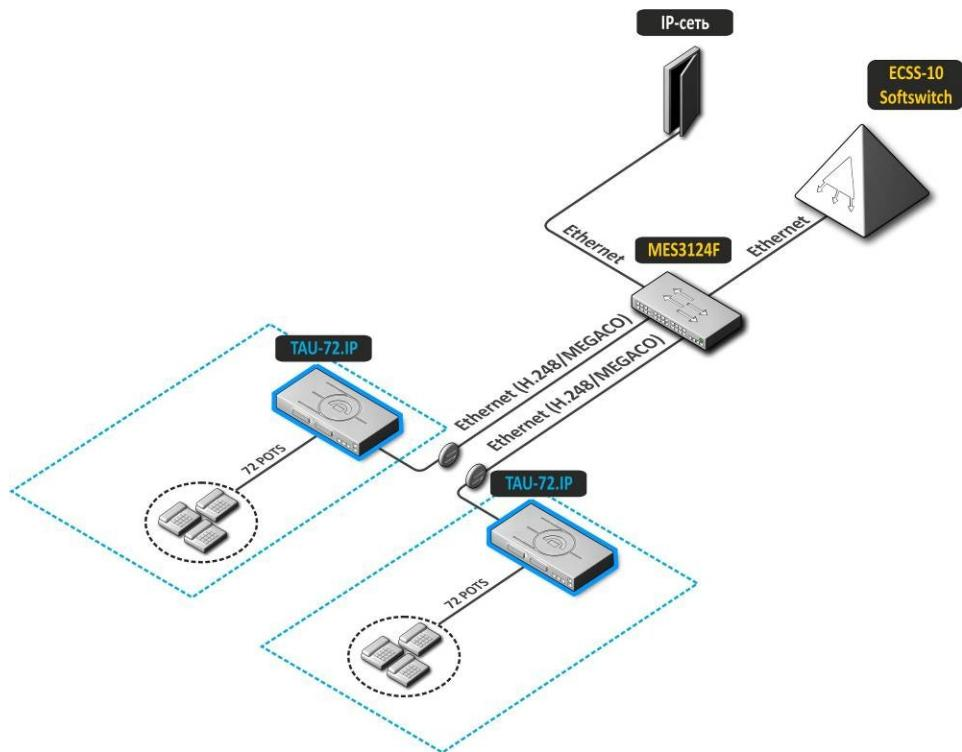

Рисунок 2 – Распределенная миниАТС TAU-72.IP
**2. Режим распределенной миниАТС.** В этом случае устройство выполняет функции миниАТС, с возможностью выхода на другие шлюзы (TAU-32M.IP, TAU-72.IP и прочие), а также Softswitch по протоколам SIP/SIP-T/H.323. Устройство самостоятельно обрабатывает функции ДВО, маршрутизацию вызовов, рисунок 2.